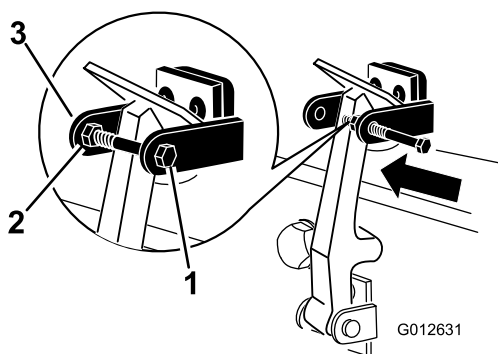

Bild 9
7. Schrauben Sie die Schraube in den anderen Arm der Motorhaubenhalterung, um den Riegel zu arretieren (Bild 9). Ziehen Sie die Schraube (nicht die Mutter) an.